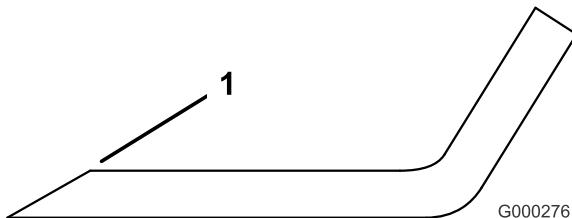

Figura 80
- Utilice una lima para afilar el filo de corte en ambos extremos de la cuchilla (Figura 80). Mantenga el ángulo original. La cuchilla permanece equilibrada